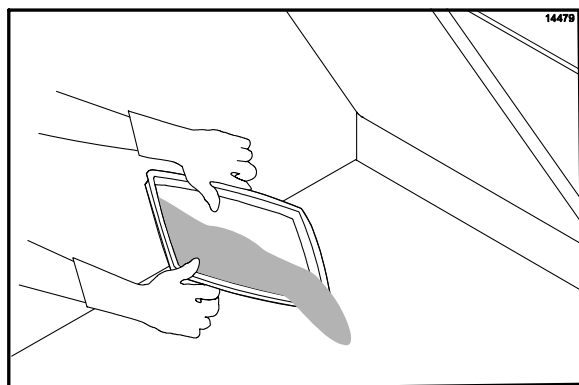

Figura 105
37. Despeje o restante da **McD Hi-Temp Grill Cleaner (HTGC)** sobre a superfície inferior do grill. (Veja a Figura 105.)